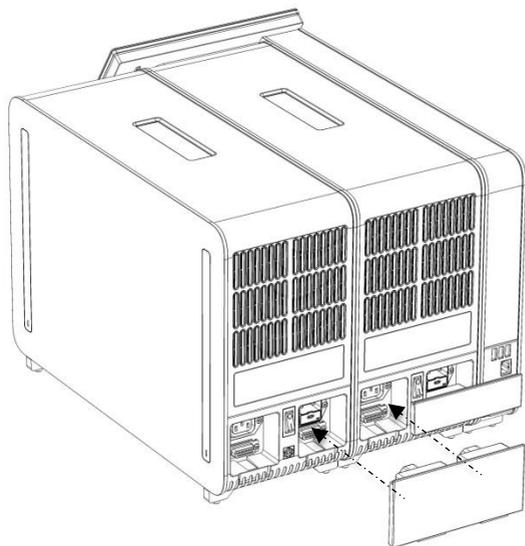

Figure 15. Connexion du pont de module analytique/analytique.
6. Connectez le pont du module analytique/analytique à l'arrière du QIAstat-Dx Analyzer 1.0 pour connecter ensemble les deux modules analytiques (figure 15).